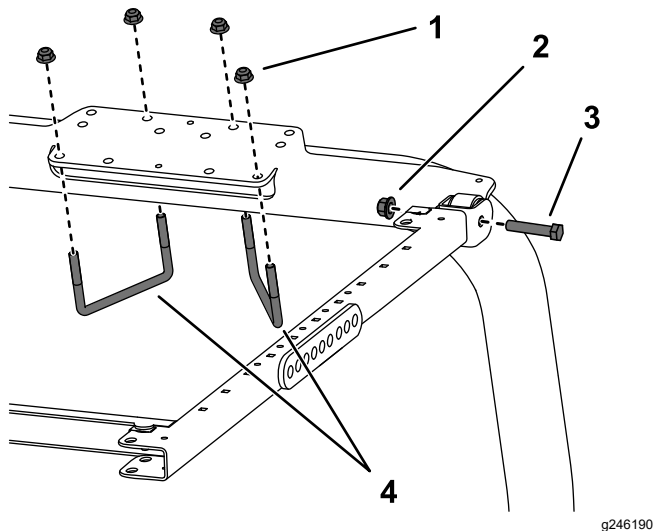

図 42
1. ROPS 取り付けブラケットを、トラクションユニット ROPS の上部にセットする 図 42。ROPS が ROPS 取り付けブラケットの中央にあることを確認してください。
2. 図 42 に示されている取り付け穴を利用して、ROPS 取り付けブラケットを ROPS 上部に取り付ける U ボルト  $4\frac{1}{2} \times 2\frac{3}{4}$ " 2 本とフランジナット 4 個を使用する。